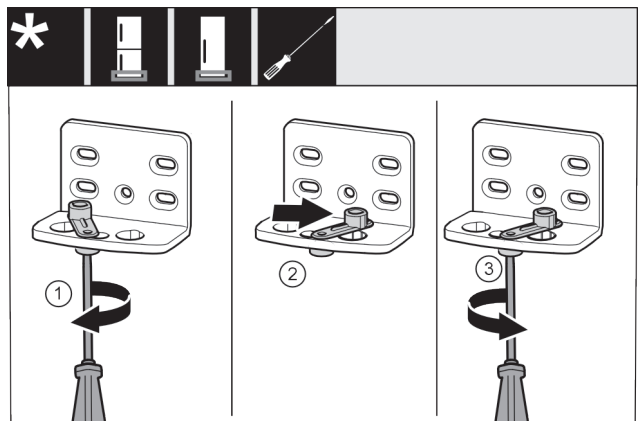

Fig. 15
- Atlaisvinkite varžtą Fig. 15 (1) atsuktuvu.
- Pakelkite pagalbinį durų uždarymo įtaisą Fig. 15 (2) ir 90° kampu pasukite į dešinę kiauřymėje.
- Tvirtai prisukite varžtą Fig. 15 (3) atsuktuvu.